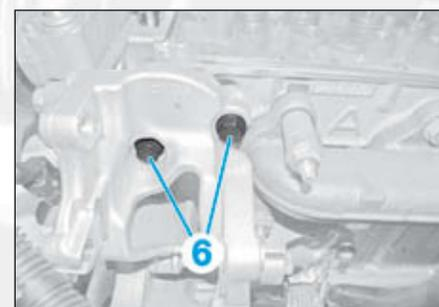

FIG.63
- les vis (6) du support de pompe de direction assistée sur la culasse (Fig.63),